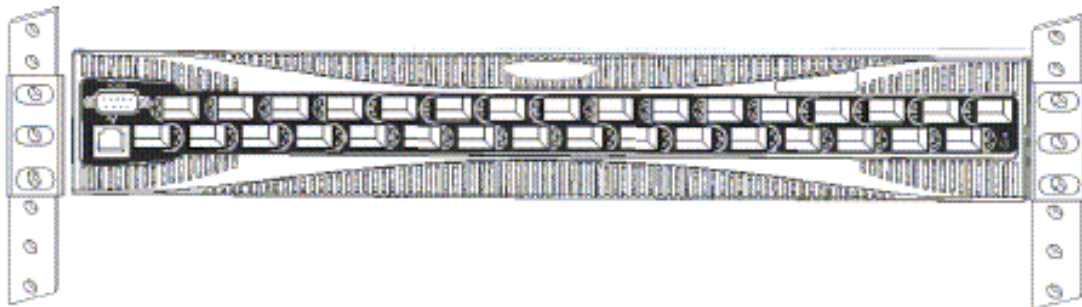

図 3-1 L 型留め具より 0.5U 分上に取り付けられた 1.5U スイッチ
- 内部スライドレールを 3900 スイッチのシャーシに取り付ける前に、スイッチのキャビネットでの垂直方向の位置を決定します (図 3-1 を参照)。